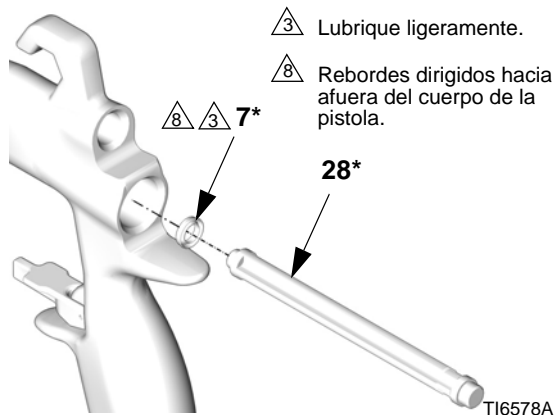

FIG. 42
3. Coloque la nueva copela en U (7*) en la herramienta de instalación de sellos (28*), con los bordes de la copela en U dirigidos hacia la herramienta, tal como se indica en FIG. 42. Vuelva a introducir la copela en U por la parte trasera de la pistola hasta que sienta que encaja perfectamente.